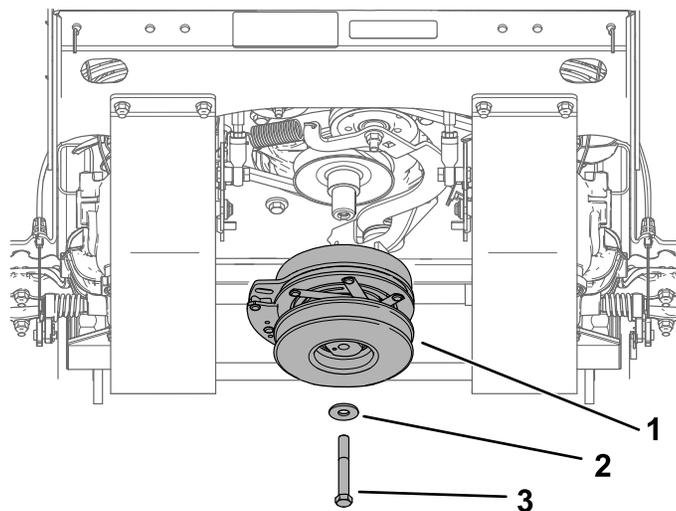

Рисунок 56
- Снимите шкив муфты (Рисунок 56).